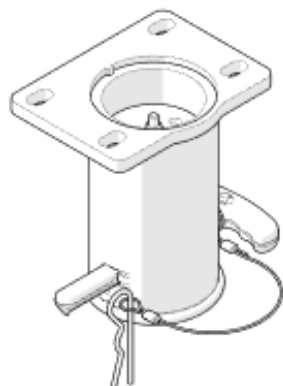

Figure 3
2. Den Bolzen bis zum Anschlag (einschließlich Feder) in die Öffnung schieben (Abbildung 3).